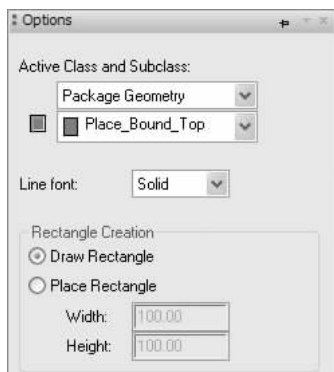

图 9-30 设置“Options”窗口
1) 选择菜单栏中的“Add (添加)”→“Rectangle (矩形)”命令，在“Options (选项)”窗口内进行如下设置：设置“Active Class and Subclass”区域下拉框中的选项为“Package Geometry”和“Place_Bound_Top”，表示零件外形的层面；在“Line font”下拉列表中选择“Solid”，表示零件外形为实心的线段；如图 9-30 所示。